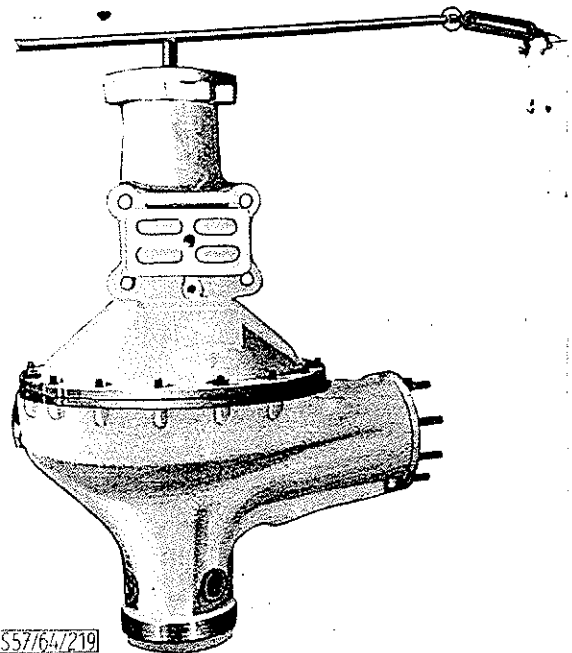

BILD 32: Vorspannung der Kegelrollenlager messen
11. Beide Achstrichter zusammenbauen und provisorisch mit einigen Schrauben befestigen. Vorspannung der Kegelrollenlager mittels der Vorrichtung (RK 578) und einer Federwaage messen (Bild 32). Bei richtiger Wahl der Einstellscheiben muß sie 1 bis 1,2 mkg betragen. Gegebenenfalls durch Austauschen von Einstellscheiben (25/1 und 7) diesen Wert einstellen. Das Vorderachsgehäuse wird erst nach den nächsten Operationen endgültig zusammengeschraubt.